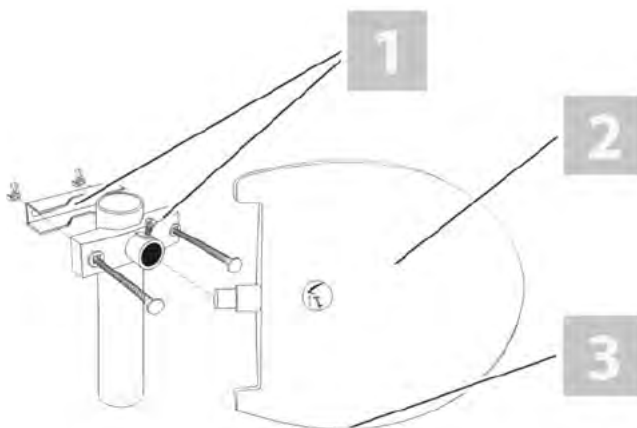

Bild 3: Mastmontage
1. Legen Sie zunächst den Montagefuß [1] und die Mastschelle so am Mast an, wie es in Bild 3 zu sehen ist. Verschrauben Sie Montagefuß und Mastschelle mit Hilfe der mitgelieferten Schrauben und der beiden Flügelmutter.